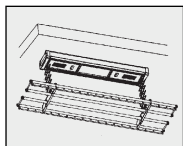

图11
10. 接通电源, 通过使用遥控器按键测试各项功能是否正常(如图11)